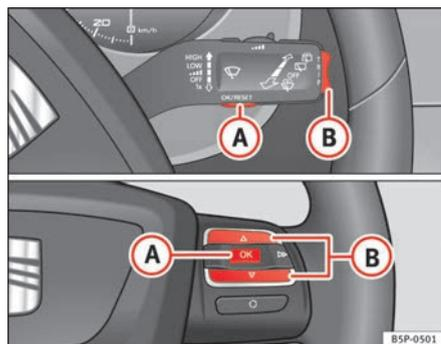

Fig. 39 Teclas basculantes A y B. Mandos en volante.
Si hay que realizar algún servicio próximamente, aparece en el cuentakilómetros un **preaviso de servicio**. Aparece el símbolo de una “llave fija” y la indicación “km” con los kilómetros que aún puede recorrer hasta la fecha del próximo servicio. Aproximadamente transcurridos 10 segundos cambia esta indicación. Aparece el símbolo de un “reloj” y el número de días que faltan hasta la fecha del próximo servicio. En la pantalla* del cuadro de instrumentos aparece el siguiente mensaje: **SERV. EN ... KM O ... DÍAS**. Transcurridos 20 segundos después de haber conectado el encendido o de tener el motor en marcha, se apaga el mensaje de servicio. También se puede volver a la pantalla normal pulsando el botón de puesta a cero del cuentakilómetros parcial o pulsando la tecla basculante del MFA ⇒ página 64, fig. 39 (B).
- Con el encendido conectado, pulse brevemente la tecla ⇒ fig. 39 **A** de la palanca del limpiacristales para cambiar de una memoria a otra o pulse la tecla **A** de los mandos al volante ⇒ fig. 39.